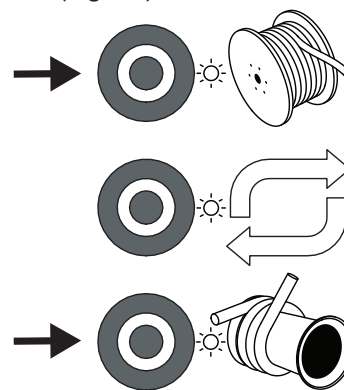

Figure 10
6. Lorsque les voyants à DEL de sélection du mode à côté des boutons de sélection du mode commencent à clignoter en blanc, sélectionner le point d'extrémité du tire-câble ou du dispositif d'alimentation indiqué par les icônes (Fig. 10).